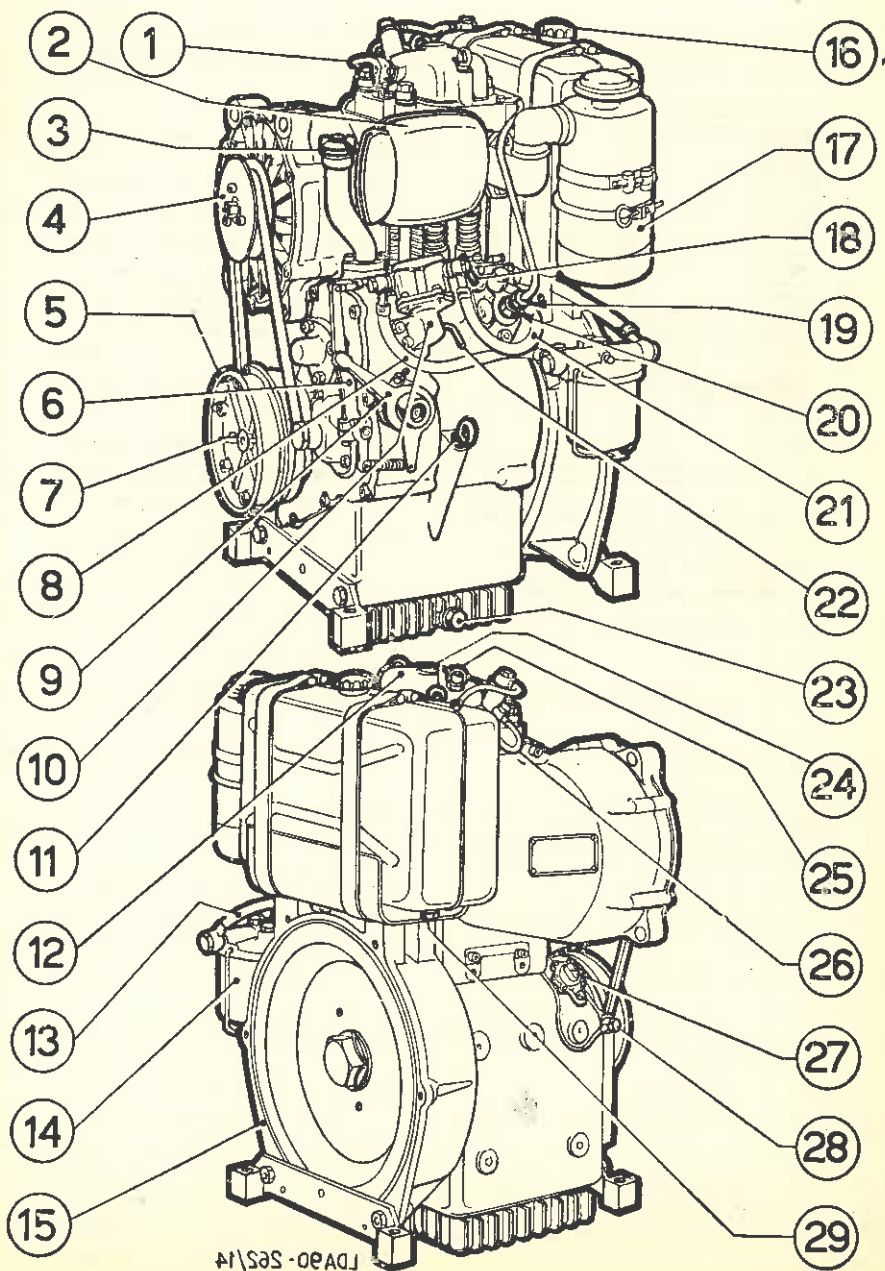

Fig. 6
PREPARAZIONE PER LA MESSA IN MOTO (fig. 6)
ILLUSTRAZIONE DEL MOTORE (Fig. 6 - pag. 12)
Per **disaerare la pompa**: (fig. 6).
d) Dare alcune pompe con la levetta 22) della pompa d'alimentazione, (fig. 6) in modo da far scorrere il combustibile fino a che non uscirà privo di bollicine d'aria.
3) Avvolgere la funicella sulla puleggia avviamento 5) (Fig. 6) e mettere in rapida rotazione il motore.